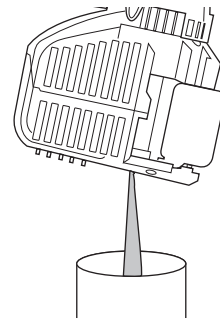

Fig. 14
3. Faites basculer l'appareil verticalement pour déverser l'huile de l'orifice de remplissage dans un récipient (Fig. 14). Prévoyez suffisamment de temps pour une vidange complète.